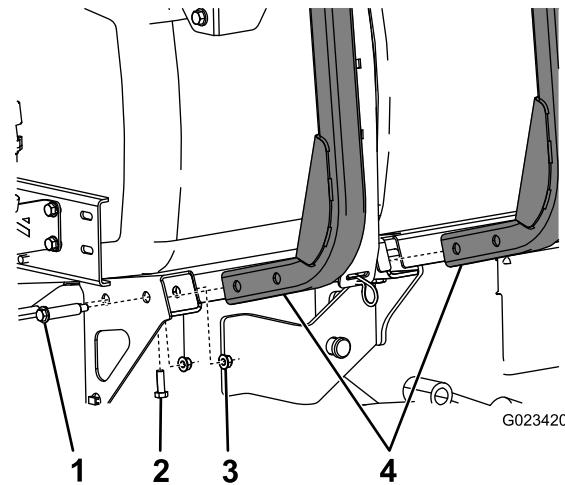

Рисунок 2
- Прикрепите две рамы шлангового барабана к боковой части машины с помощью 4 болтов с буртиками и 4 фланцевых гаек (5/16 дюйма), как показано на Рисунок 2.
- Прикрепите нижние части рам шлангового барабана к машине с помощью двух болтов (5/16 дюйма) и двух зажимных гаек (Рисунок 2).